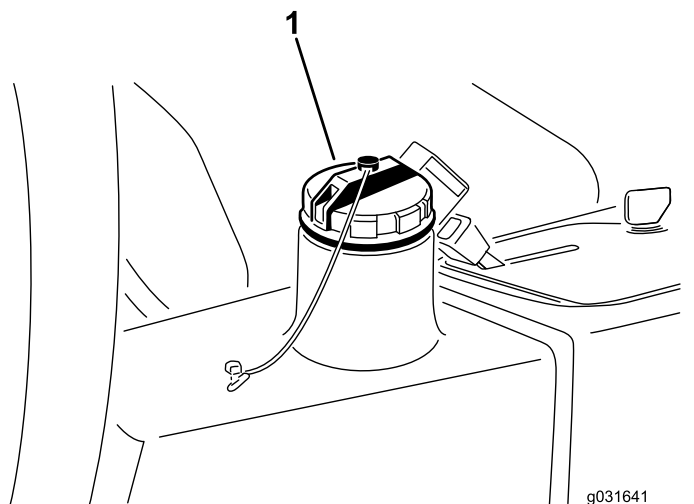

Figura 65
4. Llène el depósito (Figura 65) con aproximadamente 13,2 litros de fluido hidráulico; consulte Especificación del fluido hidráulico \(página 52\) y Comprobación del nivel de fluido hidráulico \(página 53\).